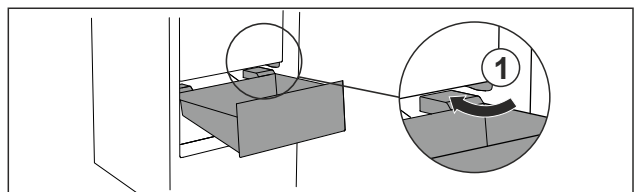

Fig. 27
- Guider le tiroir en biais en contournant les butées Fig. 27 (1).